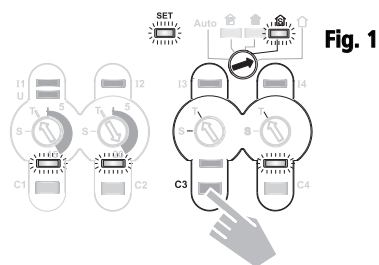

Fig. 1
Esempio: Simulazione di presenza, vedi fig. 1 sotto.
2. Premere brevemente il tasto manuale del canale che deve essere modificato, finché si spegne il LED di controllo (vedi fig. 1 canale C3).